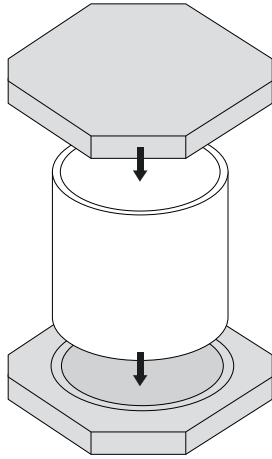

Figure 4
6. Posez un morceau de mousse de calage sur le dessus et un autre en dessous de chaque pot. (Voir Figure 4)